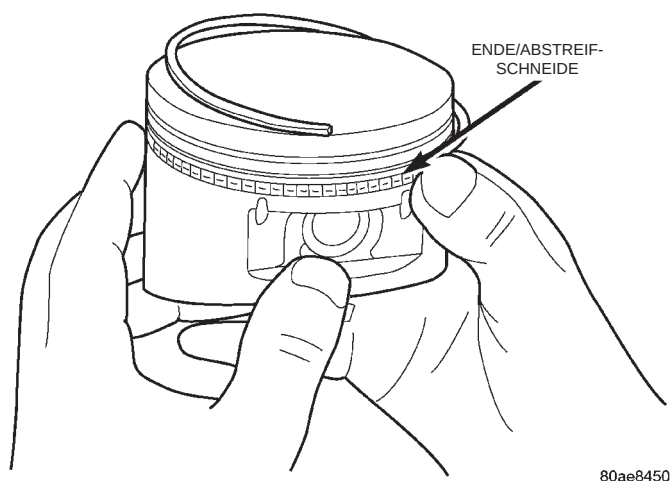

Abb. 96 Abstreifschneide — Einbau
- (2) Expanderring.
- (3) Obere Abstreifschneide.
- (4) Untere Abstreifschneide.
- (5) Mittlerer Kolbenring.
- (6) Oberer Kolbenring.
(7) Beim Einsetzen einer Abstreifschneide das eine Ende der Schneide zwischen Kolbenringnut und Expanderring schieben. Das Ende gut festhalten und den noch zu montierenden Teil nach unten drücken, bis die Abstreifschneide korrekt sitzt. **Für diesen Arbeitsschritte keine Kolbenringzange verwenden (Abb. 96).**
(8) Zunächst die obere und dann die untere Abstreifschneide am Expanderring anbringen.